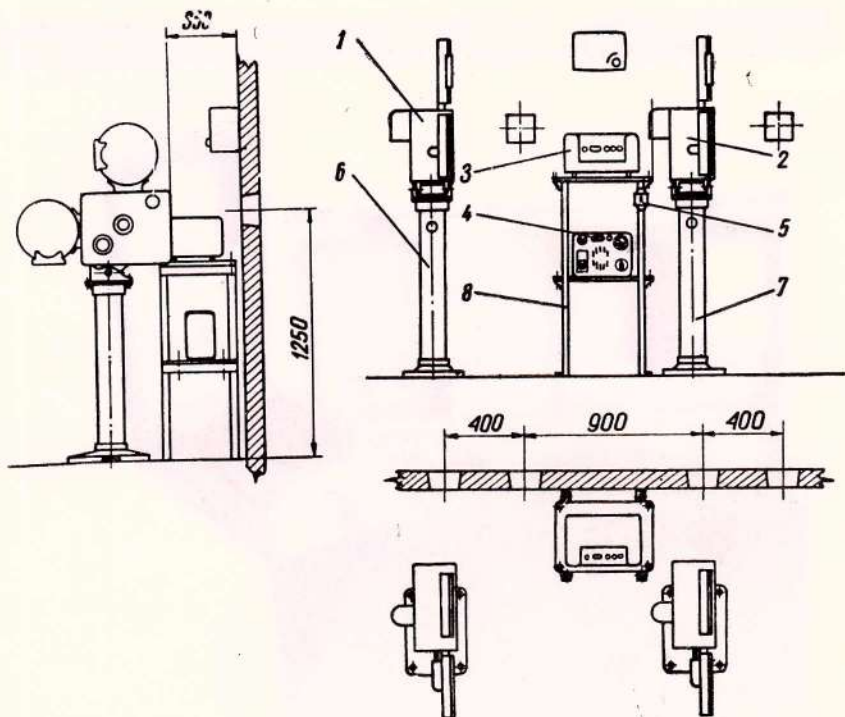

Рис. 28. Схема расположения частей КН-14.
- г) Установить стол вплотную к передней стенке аппаратной (по размерам схемы рис. 28).